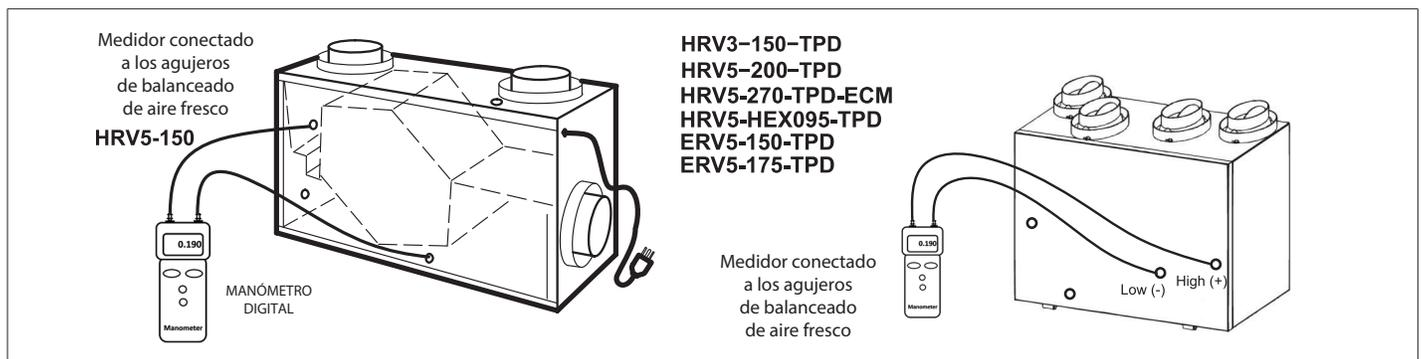

Figura 50. Orificios de balanceado de la puerta - Aire fresco
6. Mida el aire fresco. Inserte los dos accesorios de caucho desde el medidor a los orificios de balanceado de AIRE FRESCO (consultar la Figura 50 en la página 43). Selle los orificios de balanceado de AIRE VICIADO (superior derecho e inferior izquierdo) con cinta. Anote la lectura.